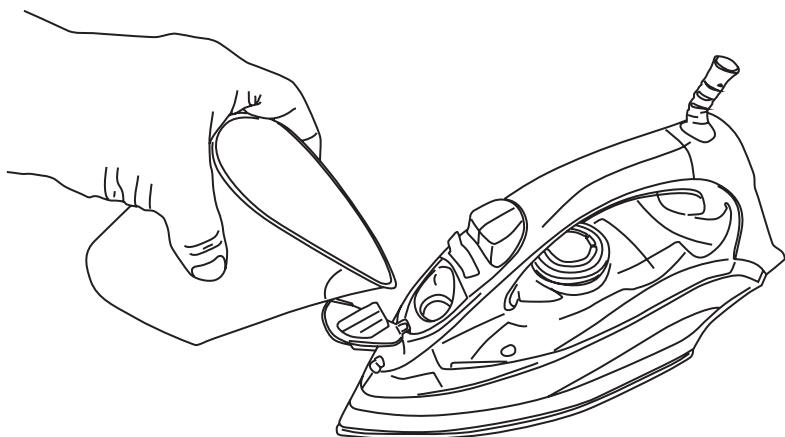
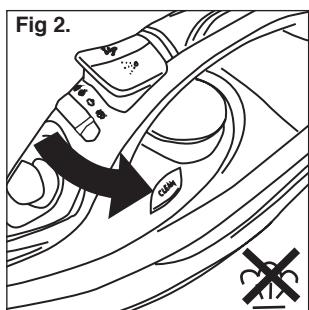

Fig 2.
Fig 3.
- . El aparato dispone del mando (C) que permite regular el flujo de vapor.(Fig 2, Fig 3)